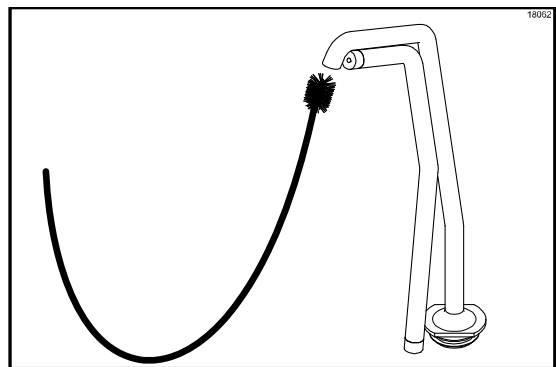

Abbildung 81
2. Die schwarze Bürste in die Mundöffnung des Auslassrohrs einführen und zum Reinigen des oberen Rohrabschnitts hin- und herbewegen. (Siehe Abbildung 81.)